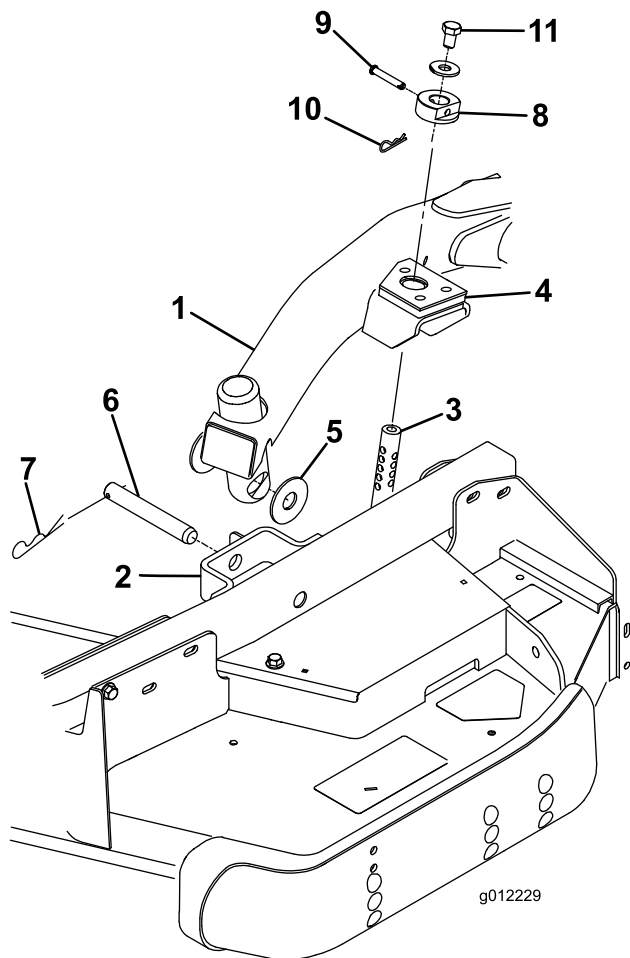

図 3
2. 昇降レバーをフロート位置とする。昇降アームを押し下げて、昇降アームについている穴とキャストアームのブラケットについている穴を整列させ、昇降アームのパッドに刈高ロッドを挿入できるようにする（図 3）
3. スラストワッシャ 2 枚、クレビスピン、ヘアピンコッターを使って、昇降アームをキャストアームに固定する。スラストワッシャは昇降アームとキャストアーム・ブラケットの間に入れる（図 3）コッターピンを、キャストアーム・タブのスロットに差し込んで固定する。
7. 刈高ロッドに刈高カラーを取り付け、クレビス・ピンとヘアピン・コッターで固定する（図 3）クレビス・ピンの頭をデッキの前に向けておく。
8. 各刈高ロッドの上部に 1/2 x 3/4” ボルトとワッシャを取り付ける（図 3）。